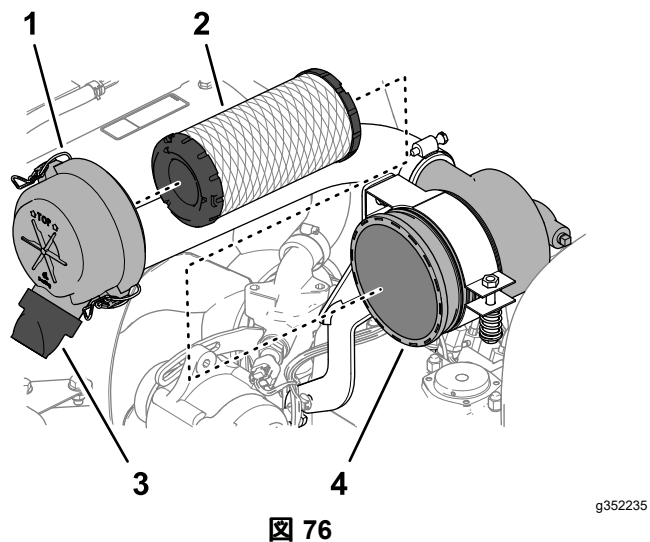

図 76
3. エアクリーナのカバーをボディーに固定しているラッチを外す (図 76)。